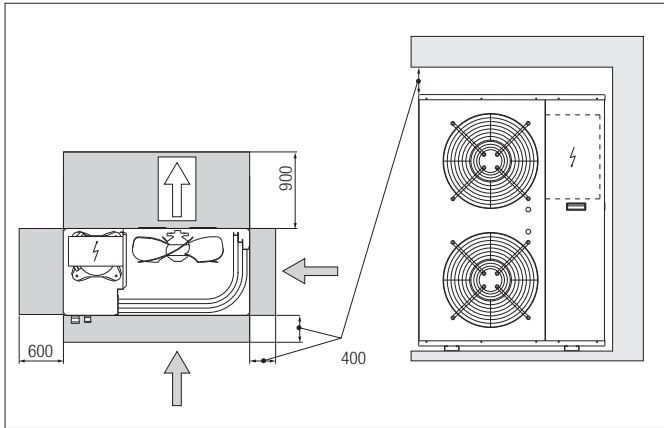

Fig. 6-3 Distancias a tener en cuenta para el montaje de la unidad
- Deberán respetarse las distancia mínimas (véase fig. 6-3)